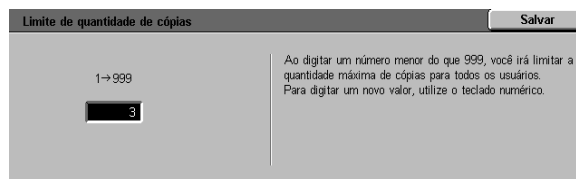

Figura 37: tela Limite de quantidade de cópias
- Na tela Limite de quantidade de cópias (Figura 37), use o teclado numérico para inserir o número máximo (1-999) de cópias/conjuntos permitido.